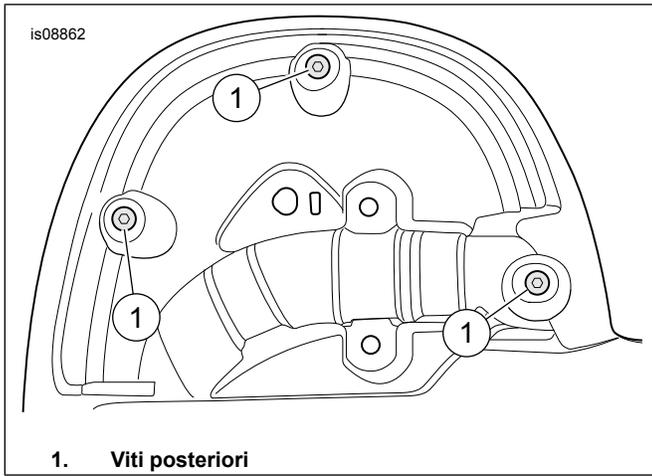

Figura 8. Viti posteriori
9. Vedere Figura 8 Partendo dalla parte posteriore, installare tre viti autofilettanti (1) della sede. Serrare.